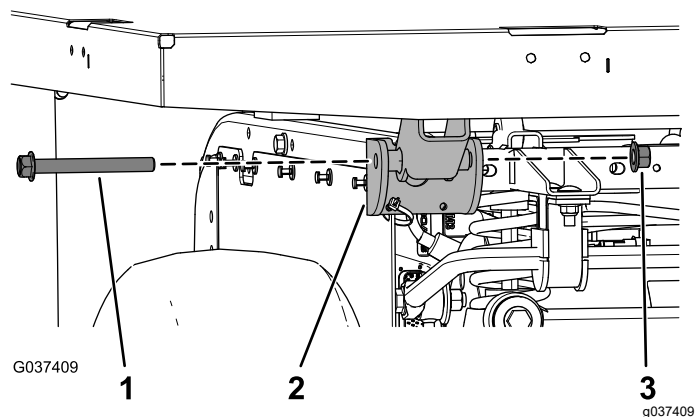

图 8
6. 如图 8 所示将 2 个凸缘头螺丝 1/2 x 4 1/2 英寸穿过枢轴支架并用 2 个锁紧螺母 1/2 英寸固定。